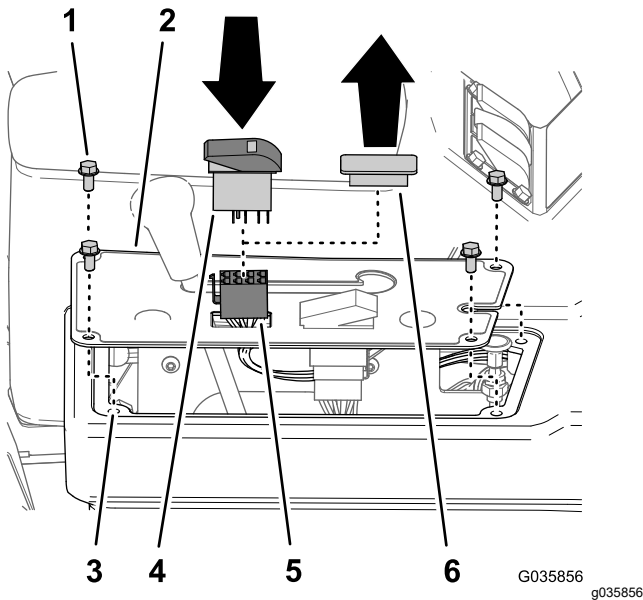

Figura 34
1. Si están instalados, retire los 4 pernos con arandela prensada ($\frac{1}{4}$ " x $\frac{1}{2}$ ") que sujetan la cubierta del panel en la parte superior de la consola, tal y como se muestra en la Figura 34.
2. Retire el tapón del interruptor de la cubierta del panel de la consola (Figura 34).
3. Alinee el conector hembra de 8 vías del arnés de cables del kit de acabado del brazo Ultra Sonic Boom a través de la abertura en la cubierta del panel (Figura 34).
4. Conecte el conector hembra de 8 vías del arnés de cables del kit de acabado del brazo Ultra Sonic Boom etiquetado MODO MANUAL SÓNICO FRENTE A AUTOMÁTICO al interruptor basculante (Figura 34).
5. Instale el interruptor basculante en la abertura del panel del salpicadero hasta que el interruptor encaje en su sitio (Figura 34).
6. Alinee los taladros de la cubierta del panel con los taladros de la parte superior de la consola (Figura 34).
7. Sujete el panel a la consola con los pernos (Figura 34) que retiró en el paso 1.